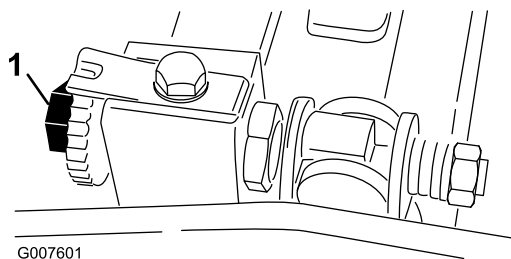

図 39
れ、引き抜くのに少し力が必要な程度に調整する（図 39）。
2. ベッド・バー調整ネジ（図 39）を左に回して、リールと下刃の接触を完全になくす。